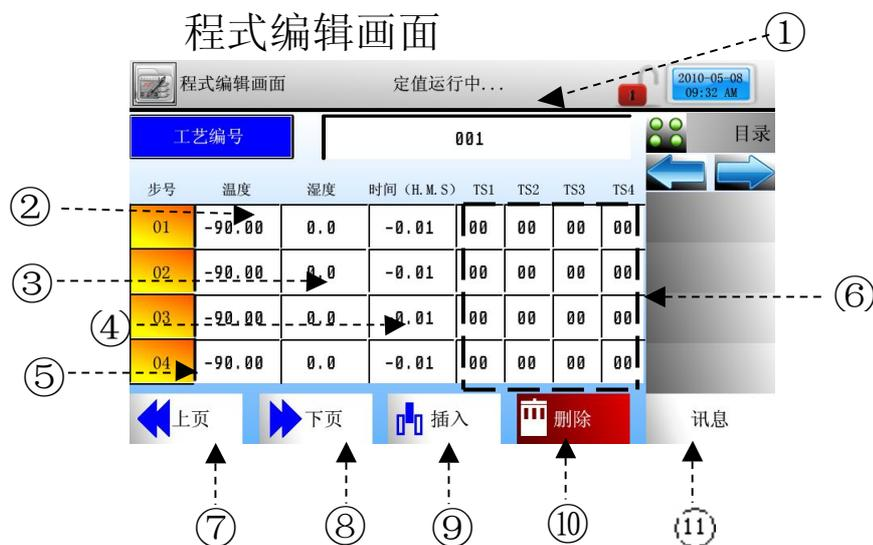

图32
- 2) 点击图 32 程式编辑画面的“插入(⑨)”键, 就会添加与“02”段程式设定值相同的程式段。
- 2) 点击图 32 程式编辑画面的“删除 (ⓐ)”键，就会删除“02”段程式，并将下面的程式段移动至已被删除的位置。